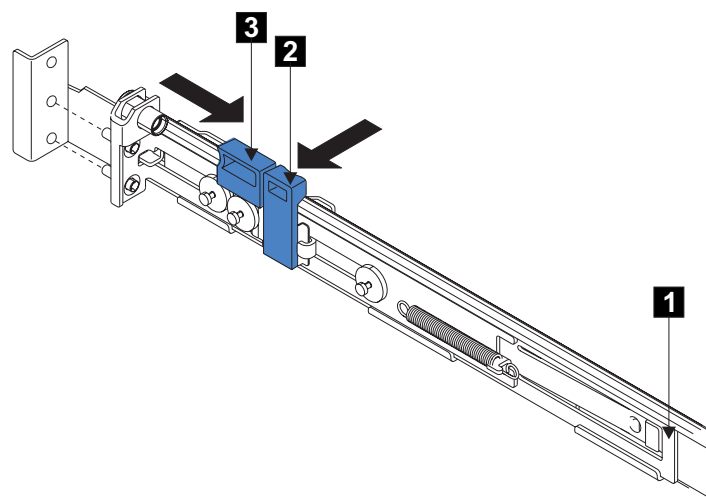

図 84. 後部のラッチ・ロック・キャリア・アセンブリーを開く
5. 後方のレール・ブラケット **1** (図 84) を、止まるまでレールの前面に向かって押します。これで、レールはその一番短い長さに調整されます。